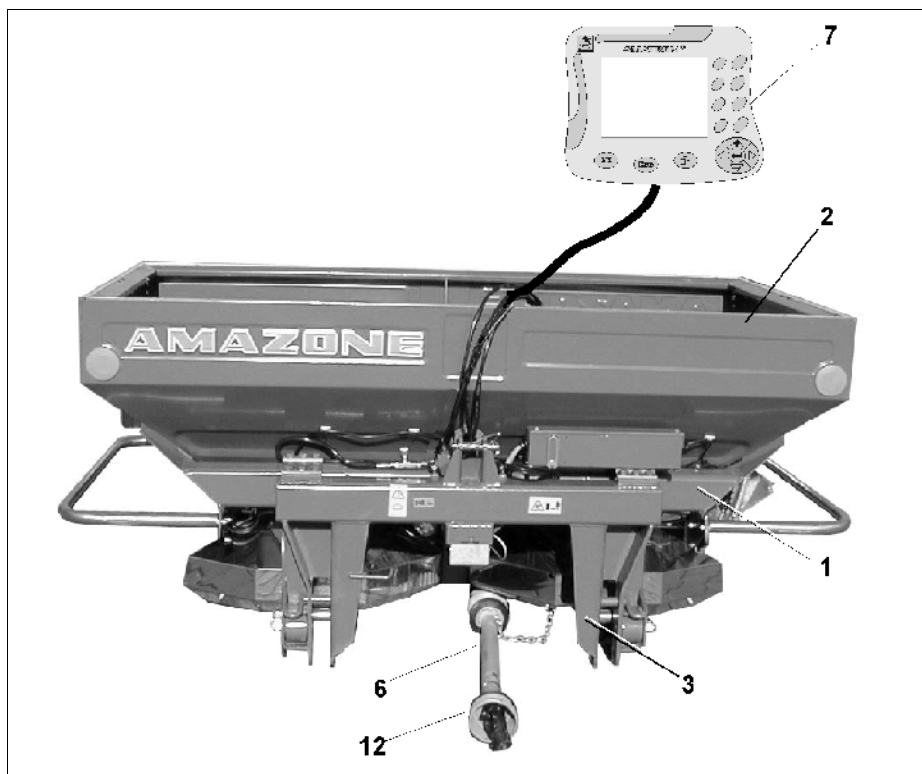

Fig. 3
- Ramme (Fig. 3/1)
- Beholder (Fig. 3/2)
- Vejerammen (Fig. 3/3)
- Grænsespredeaggregat Limiter (Fig. 3/6)
- Jobcomputeren **Amatron+** (Fig. 3/7)
- Kardanakselbeskyttelse (Fig. 3/12)